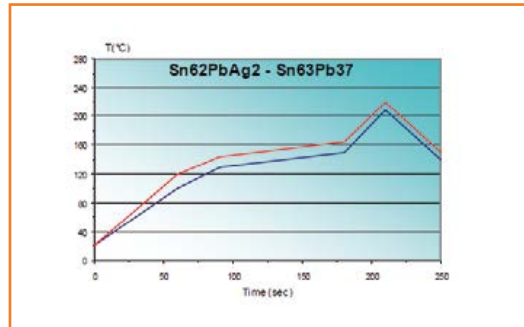

Figure 6.
3. Qualité des brasures utilisées : les brasures pour CMS sont caractérisées par leur point eutectique : point de fusion de l'alliage, il est plus bas que le point de fusion de chacun des métaux qui le composent. La qualité du flux est cruciale, la mouillabilité en dépend (**fig. 6**).